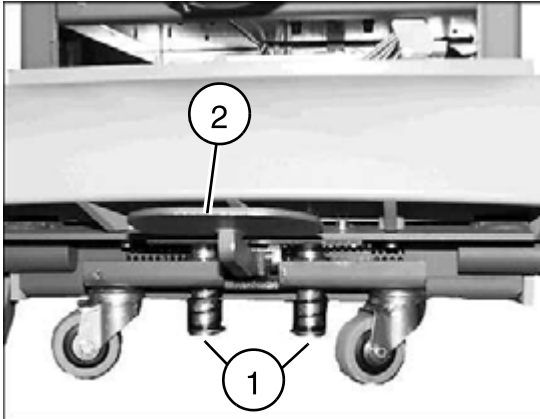

Fig. 1:
- Führungsbolzen mit Fett versehen (1/Fig. 1 / S. 14).
- Pedal betätigen (2/Fig. 1 / S. 14). Das Pedal, muß sich leichtgängig betätigen lassen.